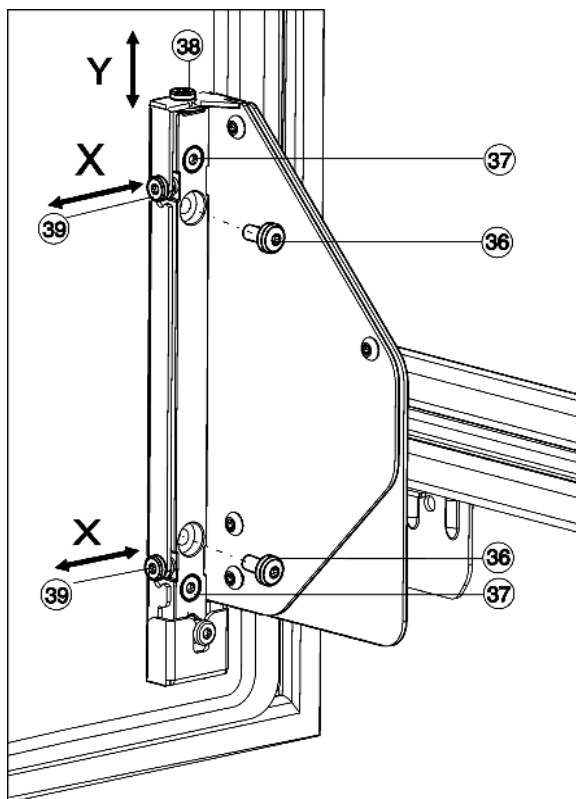

Fig. 26
- ▶ Dévisser entièrement les vis Fig. 26 (36).
- ▷ Les vis Fig. 26 (36) ne sont plus nécessaires, vous pouvez vous en débarrasser.
- ▶ Dévisser les vis Fig. 26 (37) d'1 à 2 tours.
- ▶ Tourner la vis d'ajustement (38). Dans le sens des aiguilles d'une montre : la porte bouge de max. 4 mm vers le haut. Dans le sens contraire des aiguilles d'une montre : la porte bouge de max. 2 mm vers le bas.
- ▶ Revisser toutes les vis Fig. 26 (37) à fond.
- ▶ Si les vis Fig. 26 (36) sont encore existantes, les dévisser entièrement.
- ▶ Ajuster les vis d'ajustement Fig. 26 (39) selon la direction d'ajustement latérale souhaitée.
- ▶ Revisser les vis Fig. 26 (37) à fond après avoir effectué l'ajustement latéral.